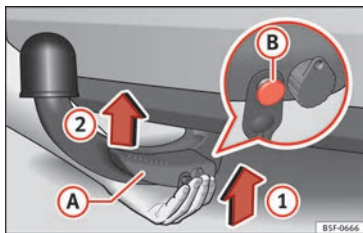

Fig. 212 Placer la boule amovible/broche de déverrouillage à l'état déplié
- Tenez la boule amovible **par en bas** »» fig. 212 et encastrez-la dans le logement du crochet en suivant le sens de la flèche (1) jusqu'à entendre un clic »» ⚠.